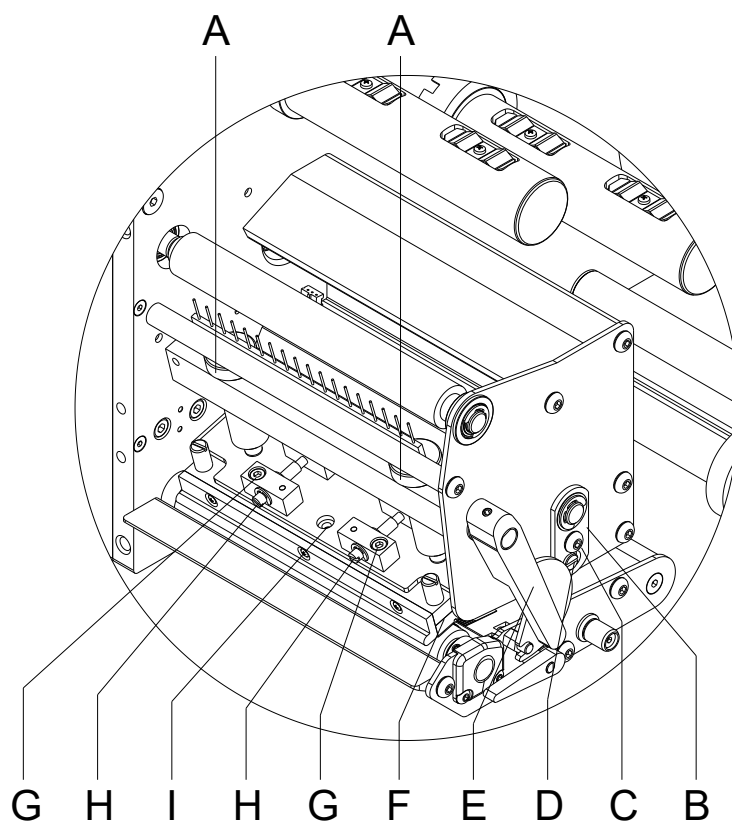

Figura 18
Si tras regular el paralelismo no se consiguiera que la anchura de la impresión fuese regular, se puede igualar con la ayuda de una placa de fijación (B, Figura 18).
1. Afloje el tornillo (C, Figura 18) girándolos aprox. ¼ de vuelta.
2. Gire la clavija excéntrica (D, Figura 18) para ajustar una impresión igualada. Continúe ajustando el cabezal de impresión hasta que la impresión en el text salga igualada.
3. Coloque de nuevo el tornillo (C, Figura 18).
La presión del cabezal puede modificarse con los tornillos (A, Figura 18) en el lado interior y exterior del cabezal, respectivamente. Un aumento de la presión del cabezal lleva en el lado respectivo a un mejoramiento del ennegrecimiento del formato de impresión y a un desplazamiento de la marcha de la cinta en la correspondiente dirección.
1. Gire el tornillo de presión (A, Figura 18) para modificar la presión del cabezal de impresión.
2. Gire el tornillo de presión (A, Figura 18) en el sentido de las agujas del reloj hasta que llegue al tope, se consigue un incremento de presión de 10N respecto al ajuste inicial de fábrica.
3. Gire el tornillo de presión (A, Figura 18) hacia el tope derecho, girándolo en dirección contraria a las agujas del reloj, se obtendrá el valor de regulación de fábrica.